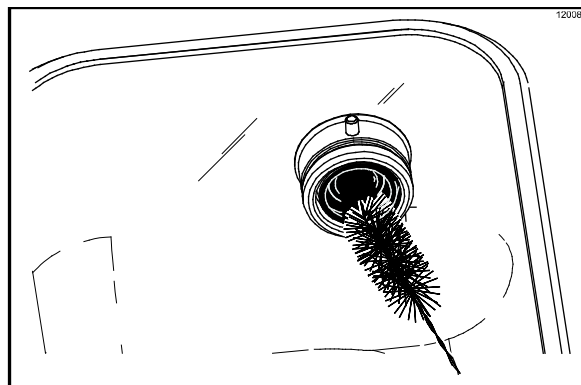

Figure 109
- Avec la brosse noire, nettoyer les ouvertures du moyeu d'entraînement situé dans la paroi arrière des réservoirs à mélange (Cf. Figure 109).